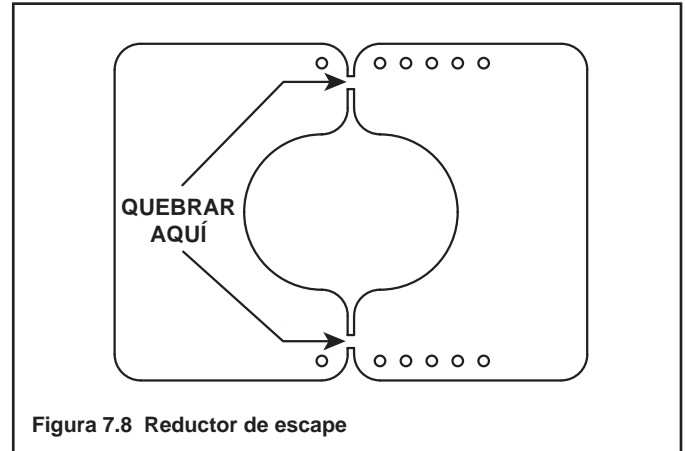

Figura 7.8 Reductor de escape
2. Quiebre el reductor de escape en dos partes. Usted puede hacerlo doblando la pieza de atrás para adelante hasta que se quiebre (consulte la Figura 7.8).